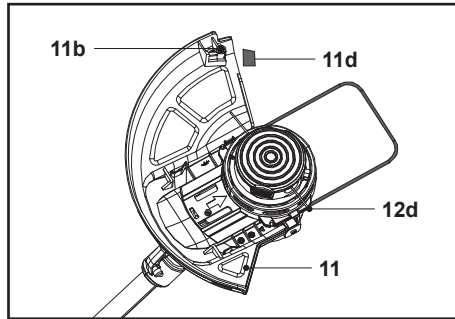

Fig. 14
La protection (11) protège l'opérateur contre les objets projetés pendant le fonctionnement. Elle est équipée d'une lame (11b) qui coupe les fils de coupe (12d) (Fig. 14).